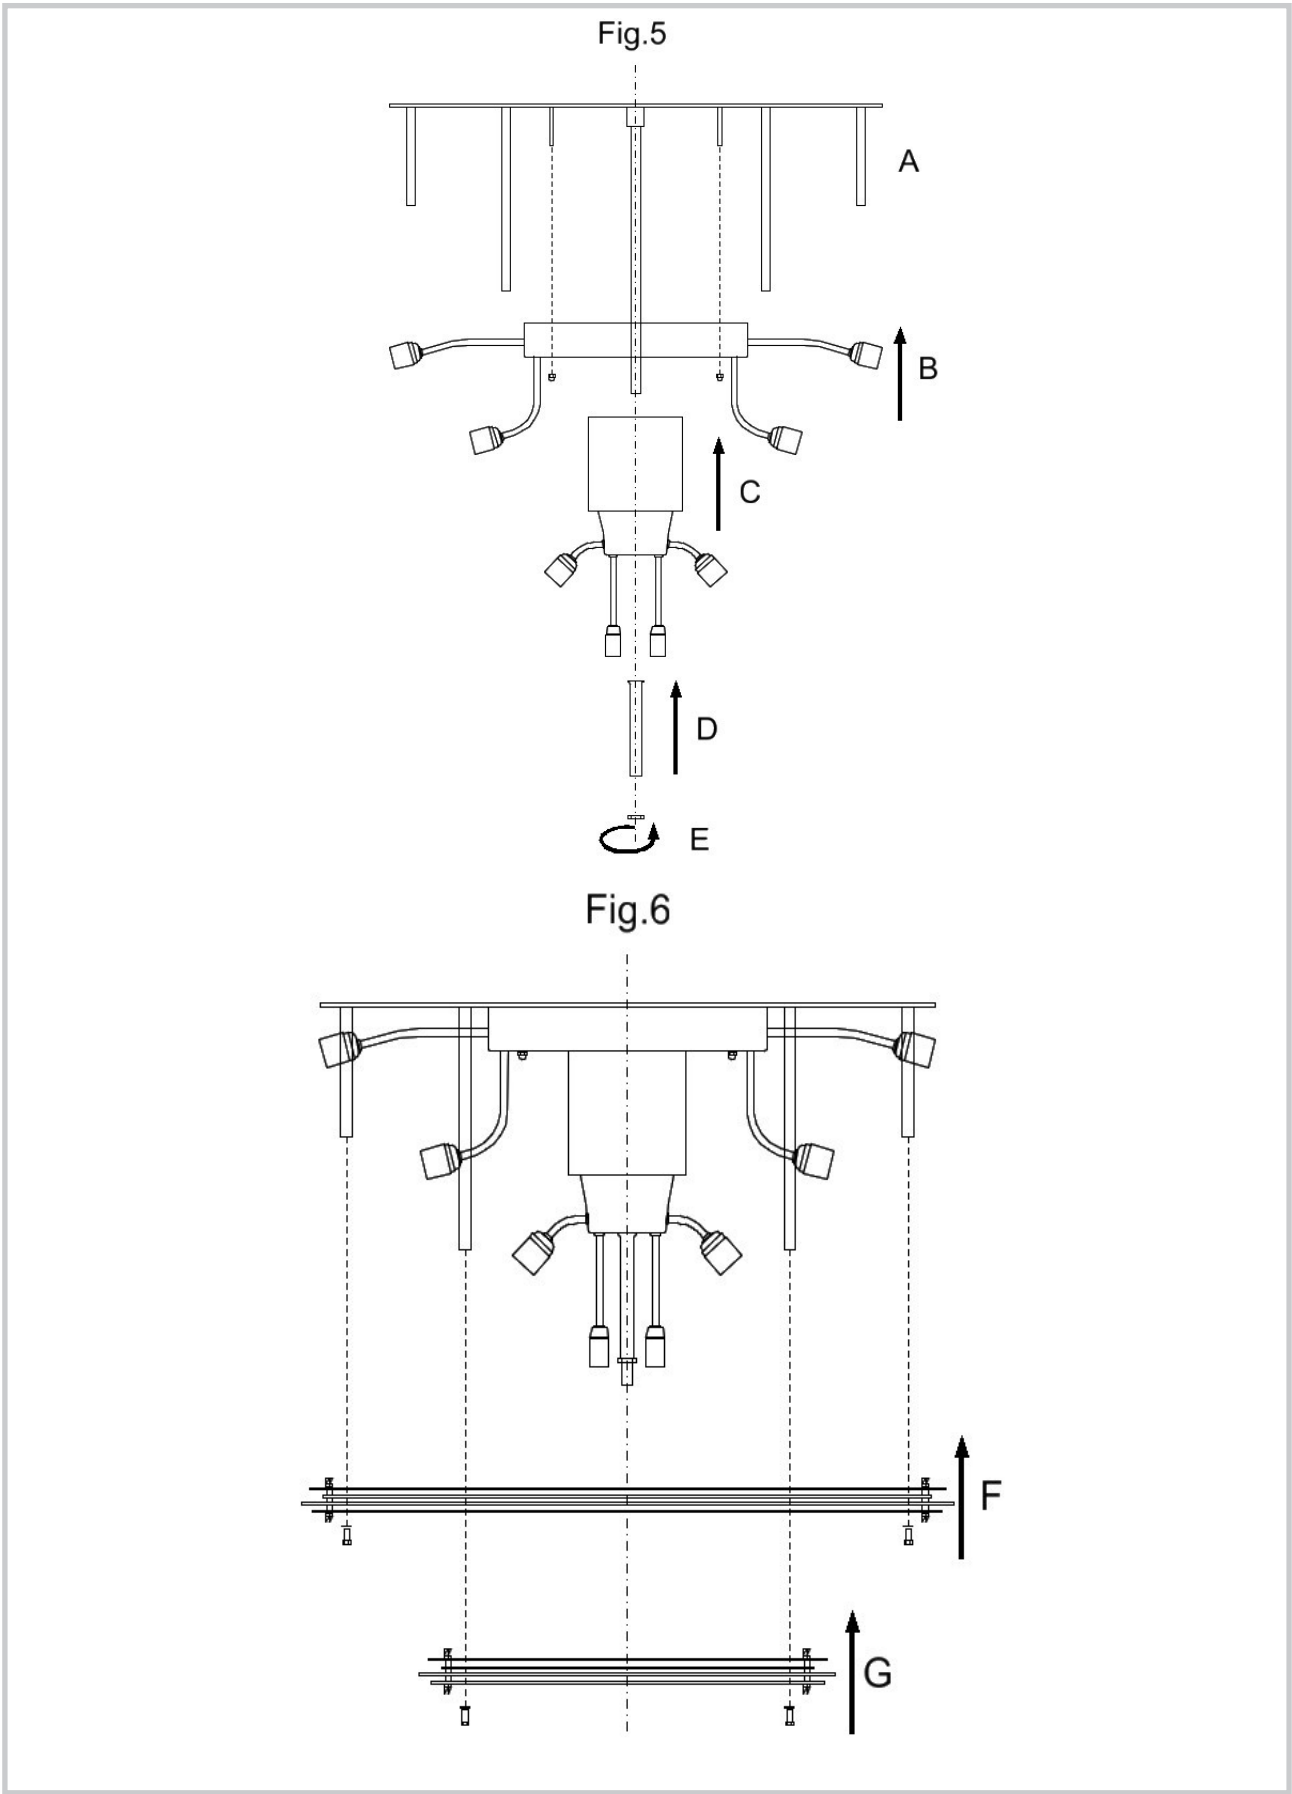

Fig.7
- 7 Inserire l'anello H e fissarlo con il dado I. (Fig.7)
- 7 *Insert the ring H and fix it with the nut I. (Fig.7)*